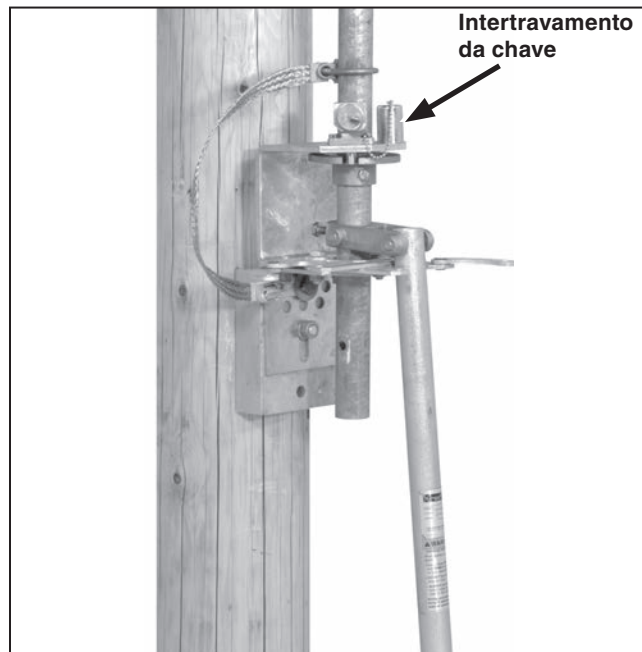

Figura 44. Solte o parafuso de intertravamento da chave.
- (b) Se o conjunto da alavanca de operação for fornecido com intertravamento de chave, desengate o parafuso de intertravamento. Ver Figura 44.